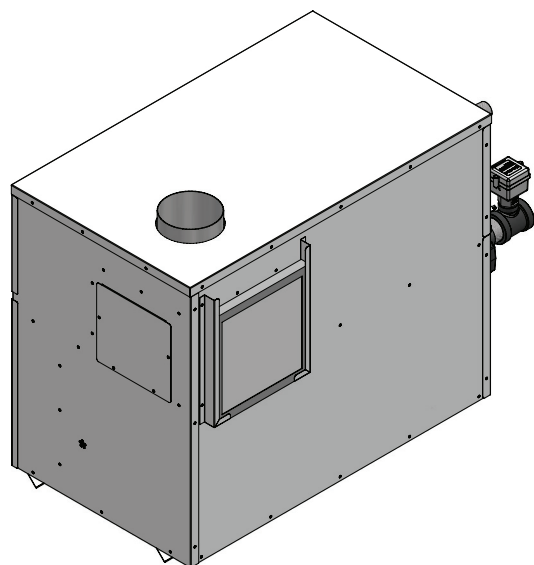

Figure 1-6_Panneau métallique recouvrant l'entrée d'air de combustion latérale
1. Retirer le panneau métallique de la paroi latérale de l'appareil (voir FIG. 1-6).